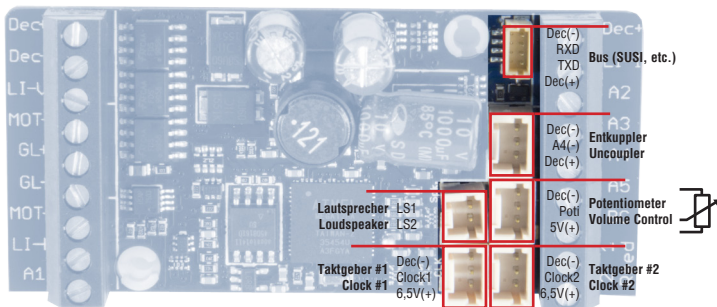

Abbildung 5: Anschlussbuchsen auf der Oberseite
Auf der Oberseite des eMOTION XLS Sounddecoders sind sechs zusätzliche Anschlussbuchsen (Abb. 5) vorhanden:
- **Bus-Buchse:** Der Busanschluss ist vorgesehen zur Steuerung weiterer Komponenten. Für den Anschluss an die Funktionsausgänge empfehlen wir die verschiedenen MiniCT Anschlusskabel (8312001, 8312002, 8312003). Die Belegung können Sie Abbildung 5 entnehmen.
Möchten Sie die Auslösung eines Sounds durch Gleismagnete nutzen, so können bis zu zwei Reedkontakte (potentialfrei) über die Reedkontaktanschlüsse des eMOTION XLS Sounddecoders gegen GND angeschlossen werden (Abb. 5). In der CV-Konfiguration (CV 190, 191) legen Sie fest, welche Geräusche beim Schalten der Reedkontakte ausgelöst werden sollen. Eine besondere Funktion ist die richtungsabhängige Auslösung der zugewiesenen Geräusche bei Vorwärts- und Rückwärtsfahrt (aktivierbar in CV 149, Bit 4).